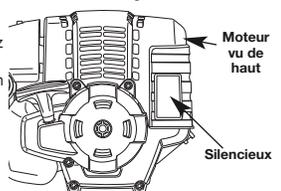

Fig. 35
2. Déposez le couvercle du moteur (Fig. 35).
L'écart de jeu recommandé pour l'admission et l'échappement est de 0,076 – 0,152 mm (0,003 – 0,006 po). Servez-vous d'une jauge d'épaisseur d'automobile standard de 0,127 mm (0,005 po). La jauge d'épaisseur devrait pouvoir glisser entre le culbuteur et la tige de soupape en rencontrant une faible résistance mais sans coller. Les figures 35 et 36 montrent comment mesurer l'ouverture.